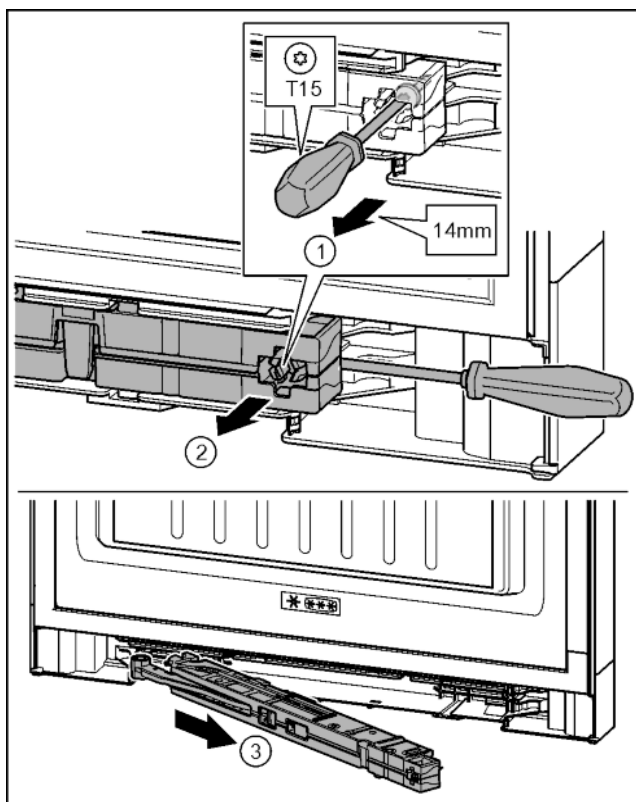

Fig. 21
- ▶ Allentare di circa 14 mm la vite nell'unità dell'ammortizzatore di chiusura con il cacciavite T15. Fig. 21 (1)
- ▶ Con un cacciavite portarsi lato maniglia dietro l'unità dell'ammortizzatore di chiusura. Ruotare l'unità in avanti. Fig. 21 (2)
- ▶ Estrarre l'unità. Fig. 21 (3)